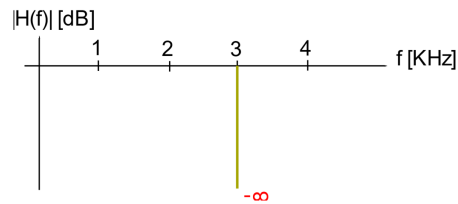

Fig. 6 Filtru de rejecție ideal („filtru dop”)
4. Semnalele din fig. 6 sunt aplicate la intrarea unui filtru FTJ ideal cu frecvența de tăiere  $f_t = 4.5/T_0$ . Să se calculeze factorul de distorsiune THD pentru semnalele de la ieșirea filtrului.